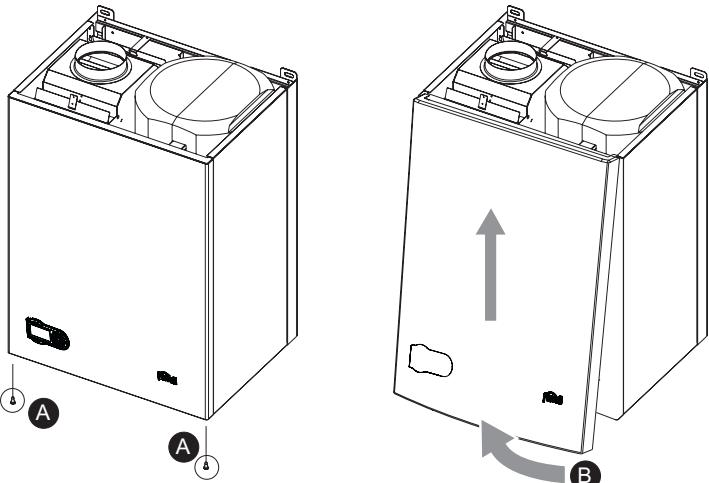

рис. 21 - Демонтаж кожуха
- Отвинтите винты "A" (см. рис. 21).
- Поверните кожух (см. рис. 21).